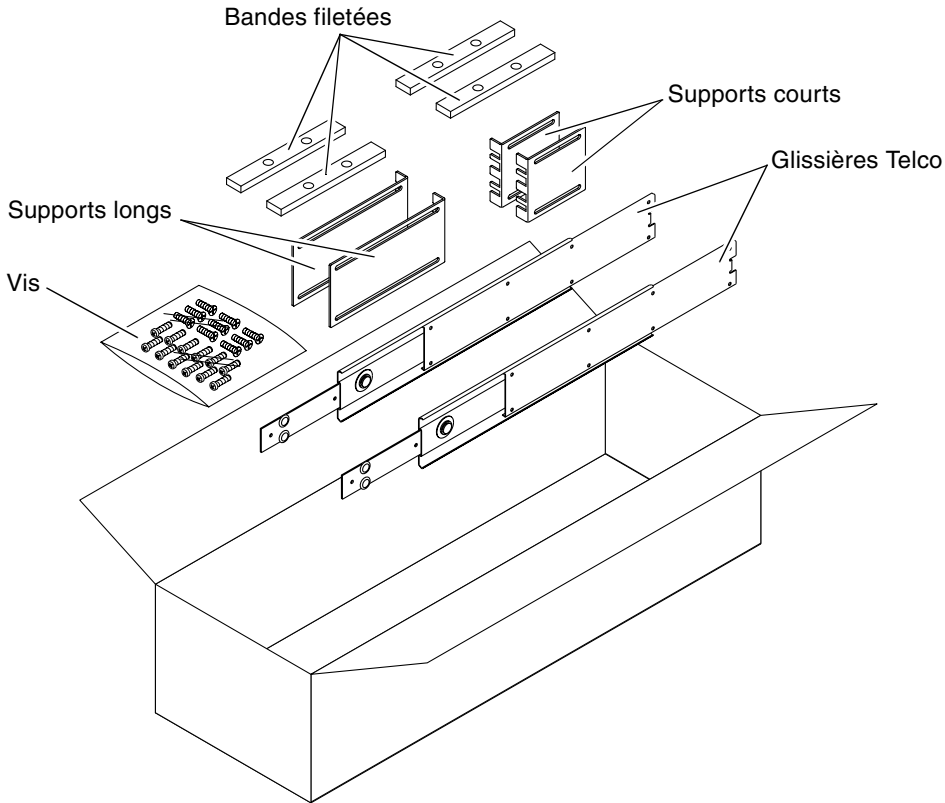

FIGURE 3-6 Contenu du kit à glissières destiné au montage dans une armoire de 19" à quatre colonnes
3. Prélevez les glissières Telco dans le kit de montage (FIGURE 3-6).
6. **Prélevez les supports courts et longs dans le kit de montage (FIGURE 3-6).**